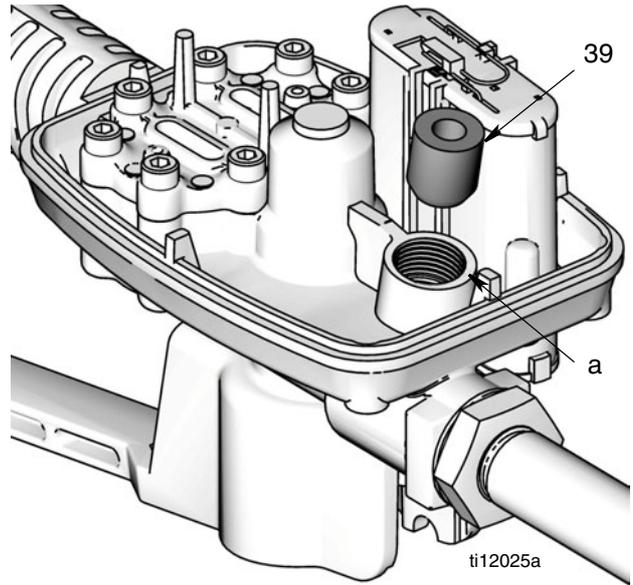

FIG. 24
- d. Instale el casquillo (39) con el extremo cónico hacia abajo (FIG. 24) sobre el extremo de la varilla de disparo. Empuje el casquillo hacia abajo en dirección a la abertura (a) en la carcasa del medidor.